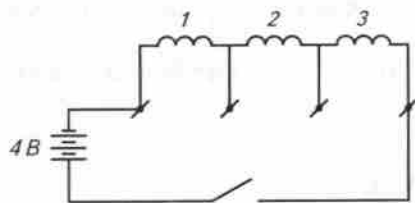

Рис. 81. Подключение электромагнита к источнику питания:
2. Изучите электрическую схему подключения катушки электромагнита к источнику питания (рис. 81).